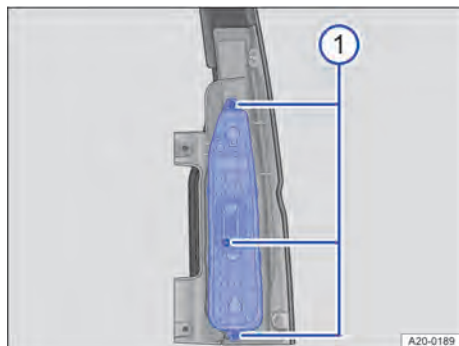

Abb. 183 An der Rückleuchte: Lampenhalter abnehmen.
2. Drei Befestigungsschrauben mit dem Schraubendreher lösen → Abb. 183 ①. Gegebenenfalls passende Wechselklinge einsetzen.
3. Lampenhalter abnehmen → Abb. 183.
1. Lampenhalter vorsichtig in die Rückleuchte einsetzen → Abb. 183.
2. Lampenhalter mit den drei Befestigungsschrauben an der Rückleuchte festdrehen → Abb. 183 ①.